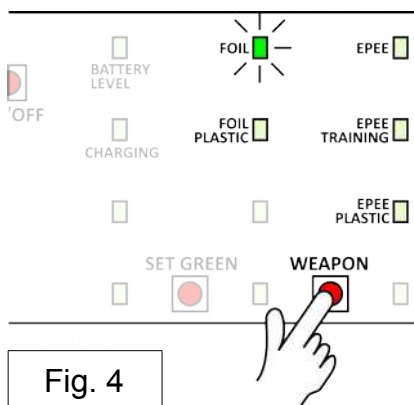

Fig. 4
(1) Impostare l'arma desiderata premendo il pulsante WEAPON più volte, fino ad accendere il LED verde relativo all'arma desiderata, vedi Fig. 4.